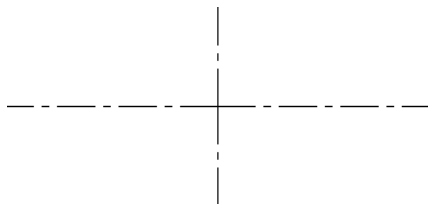

图 6-134 创建中心线
② 绘制中心线。将当前图层设为中心线层。构图平面为俯视图，单击“基础绘图”工具栏中“绘制任意线”按钮，在“光标自动抓点”工具栏中的“X、Y、Z”坐标值输入水平中心线的起点、终点坐标为(-30, 0, 0)、(30, 0, 0)，并按回车键；再在“X、Y、Z”坐标值输入垂直中心线的起点、终点坐标为(0, 15, 0)、(0, -15, 0)，单击“确定”按钮，如图 6-134 所示。